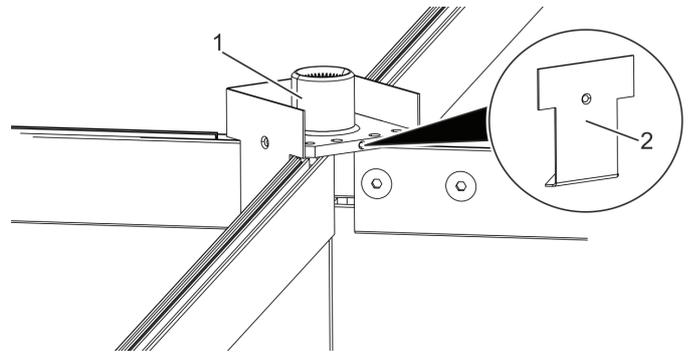

Рис. 84 Установка заглушек на верхнюю крестовину
14. Установить заглушки (рис. 84/2) на внешнюю сторону верхней крестовины (рис. 84/1). При необходимости сначала их нужно укоротить.